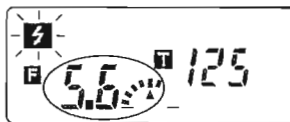

図26
- ④ フラッシュを発光しますと、フラッシュ光を受光し絞り値が表示されます。(図26) その後も待機状態が約90秒間継続されます。点滅中は、再測定が可能です。
- ⑤ 点滅が消えた時、改めて測定ボタンを押して直してください。